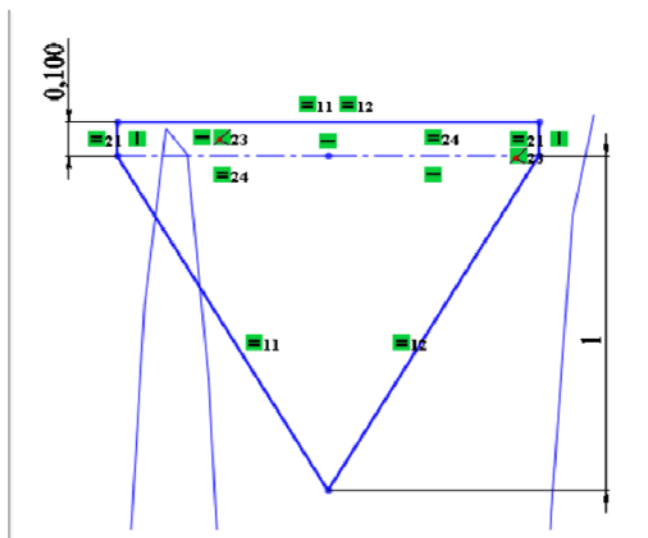

Рис. 2.88. Эскиз
13. На плоскости **Справа** нарисуйте эскиз рядом с началом спирали, показанный на рис. 2.88 ниже. Примечание: осевая линия должна обязательно состоять из двух линий равной длины; треугольник равнобедренный, поэтому необходимо наложить взаимосвязь **Равенство** на все его стороны.